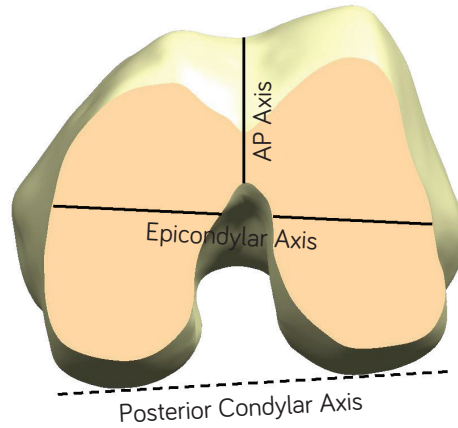

Figura 15
**Opcional:** Marque el eje AP y el eje epicondilar en el fémur (Figura 15).